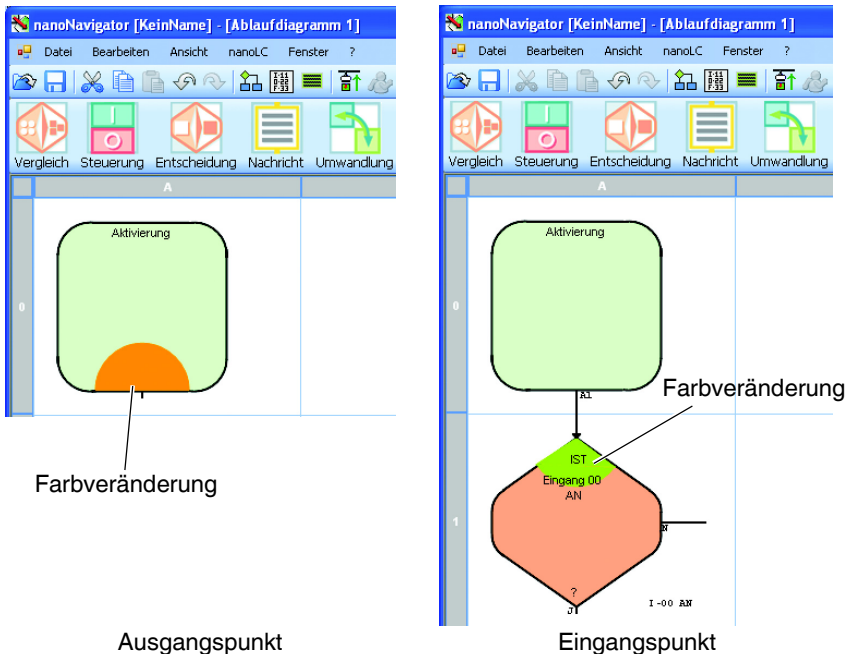

Abbildung 1-11 Ausgangs- und Eingangspunkt
1. Bewegen Sie den Cursor auf den Verbindungspunkt von Zelle A0 und klicken Sie einmal. Eine Farbveränderung zeigt die richtige Cursorposition an (Abbildung 1-11).
2. Bewegen Sie den Cursor auf den Verbindungspunkt von Zelle A1 und klicken Sie einmal. Die Farbveränderung zeigt die richtige Position an (Abbildung 1-11). Die Zellen A0 und A1 sind nun verbunden.